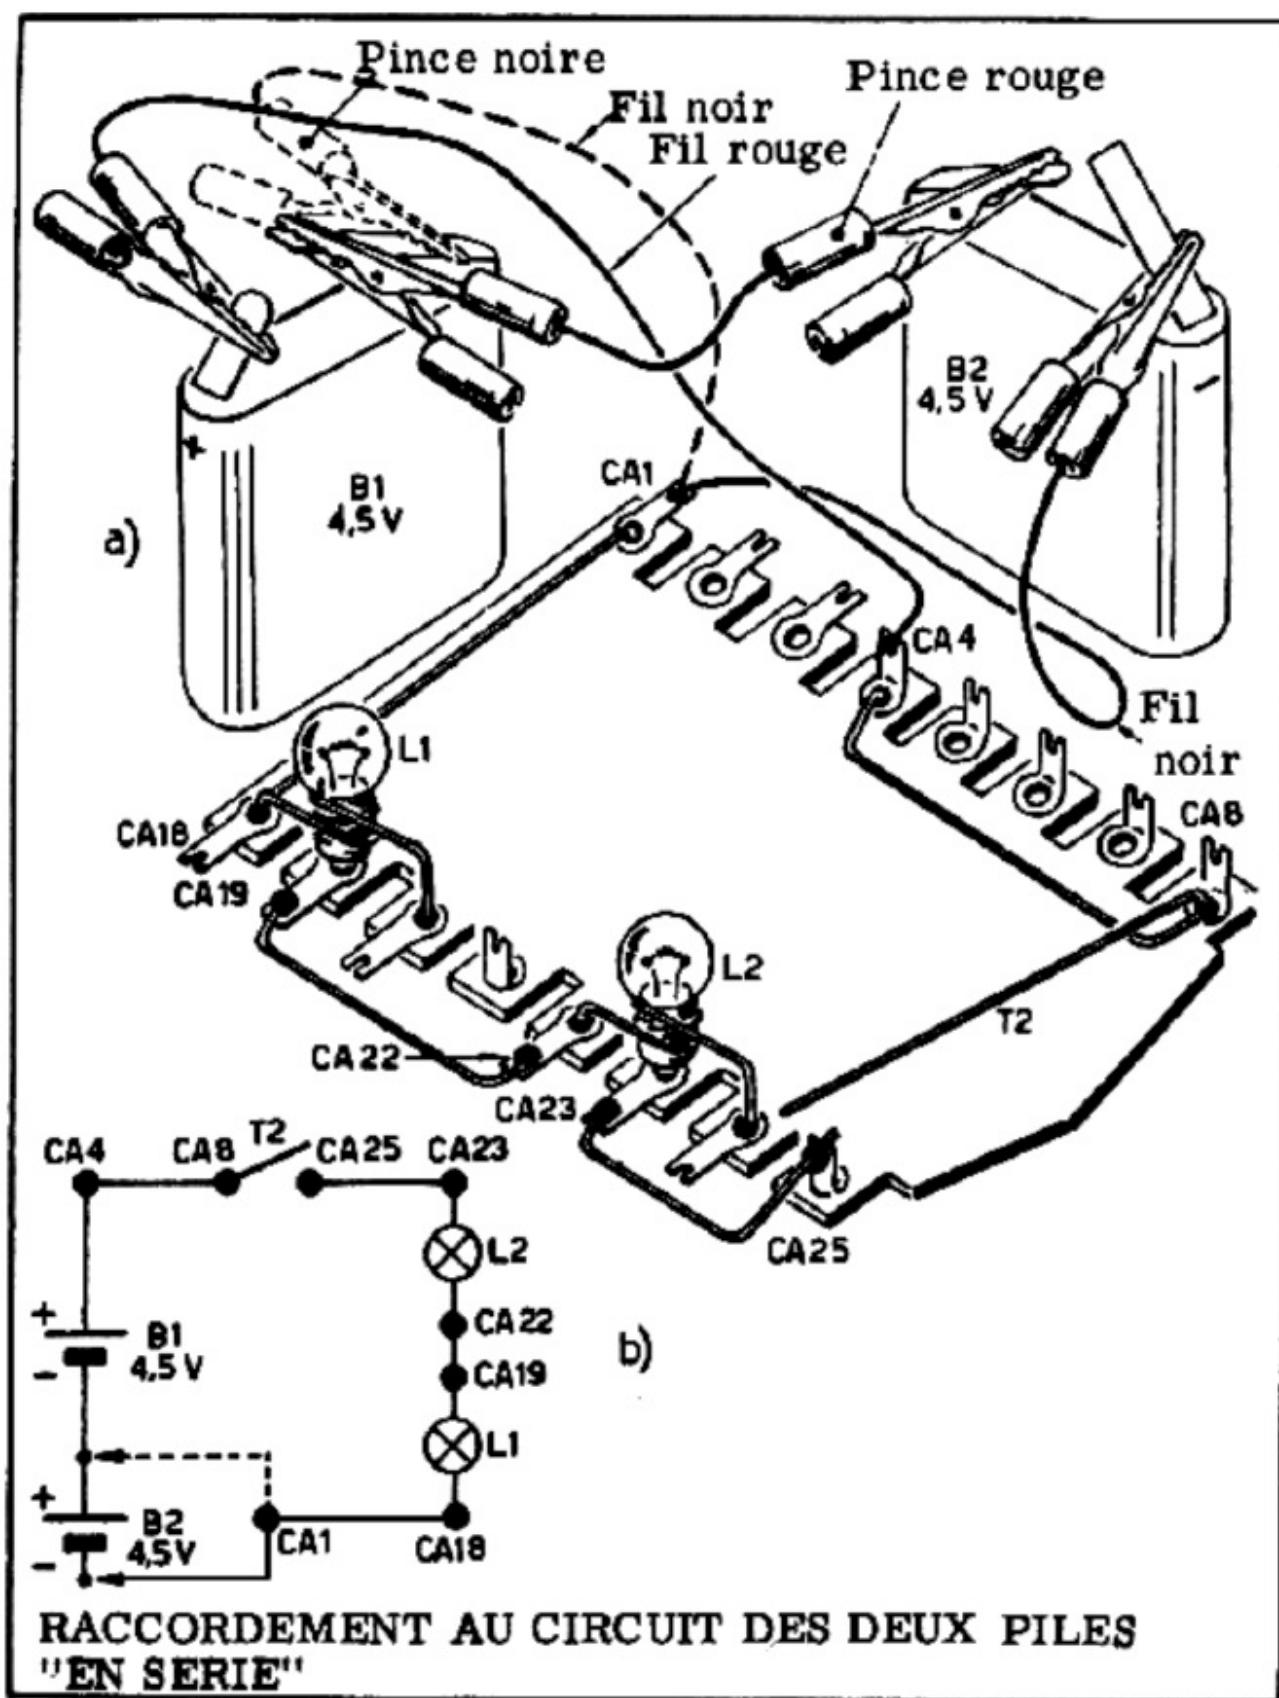

Figure 21
e) Reliez le fil rouge d'alimentation qui part de la cosse CA4 de la plaquette au pôle positif de B1 ; reliez le fil noir d'alimentation partant de la cosse CA1 de la plaquette au pôle négatif de B1 ; ce raccordement est figuré en pointillé sur la *figure 21 - a* et sur le schéma de la *figure 21 - b*.
g) Débranchez ensuite du pôle négatif de la batterie B1 le fil d'alimentation noir partant de la cosse CA1 et raccordez-le au pôle négatif de la batterie B2 (*Figures 21 - a et 21 - b*).